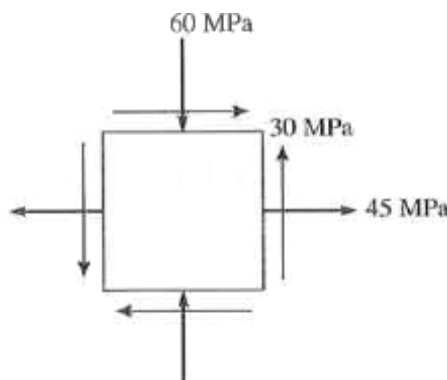

Figura 6
9. O estado plano de tensões em um ponto é mostrado na Figura 6. Pede-se: